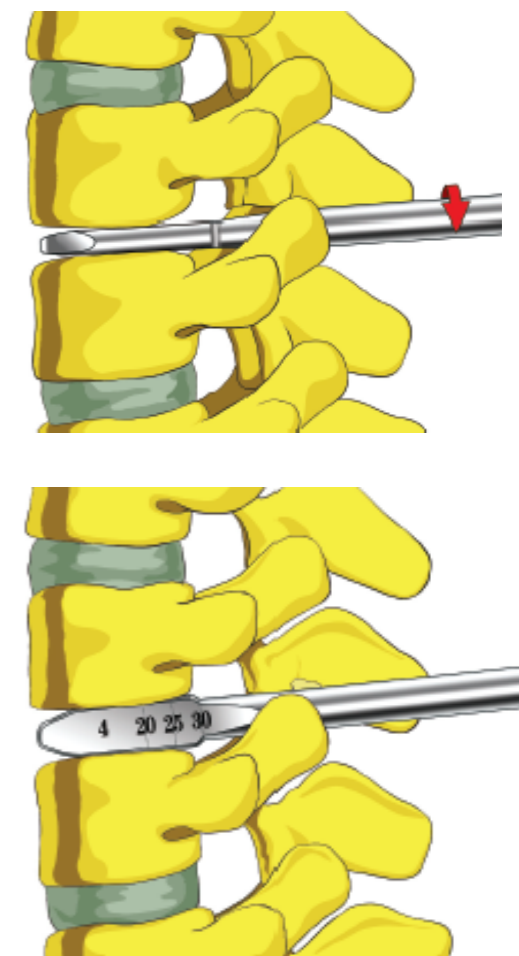

图 3a
- 将最小号的椎体扩张器（8/9）放入脊柱椎间隙，然后用撑开器手柄旋转 90°，逐步用大一号的扩张器撑开。直到明显感觉到纤维环的张力为止。记住要将最后使用的椎间扩张器保留在手术者同侧的椎间隙内（图 3a）。